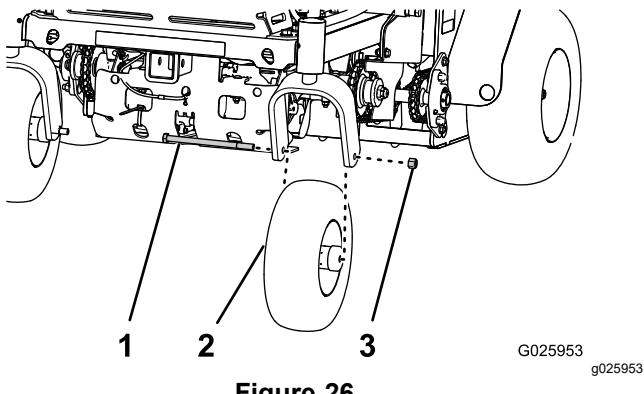

Figure 26
3. Retirez l'écrou et le boulon de roue, et déposez la roue pivotante de la fourche (Figure 26).
1. Placez le trou dans l'arbre de la roue pivotante entre les trous de la fourche (Figure 26).
2. Fixez la roue à la fourche au moyen de l'écrou et du boulon (Figure 26) que vous avez retiré à l'opération 3 de **Dépose des roues pivotantes (page 32)**.